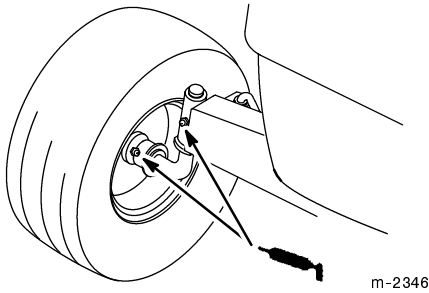

Figure 19
1. Graissez les roues avant et les fusées d'essieu jusqu'à ce que la graisse commence à sortir des roulements (Fig. 19).